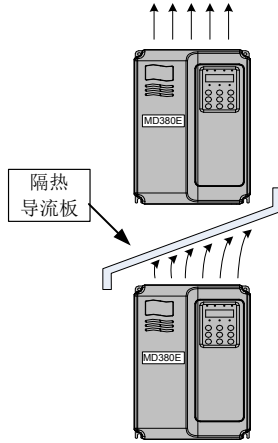

图 3-2 隔热导流板安装示意图上下安装图
- 2) 请向上垂直安装变频器，便于热量向上散发。若柜内有多台变频器时，请并排安装。在需上下安装的情况，请参考图 3-2，安装隔热导流板。